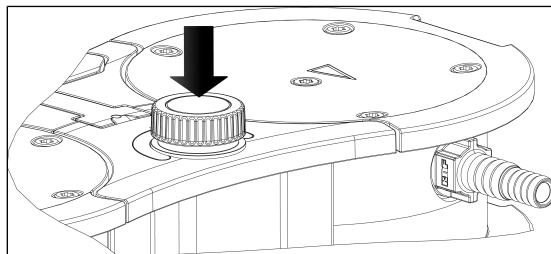

Fig. 6: Conexión y desconexión de la bomba con botón giratorio/pulsador
- Conectar la bomba pulsando el botón giratorio/pulsador (ver Fig. 6).